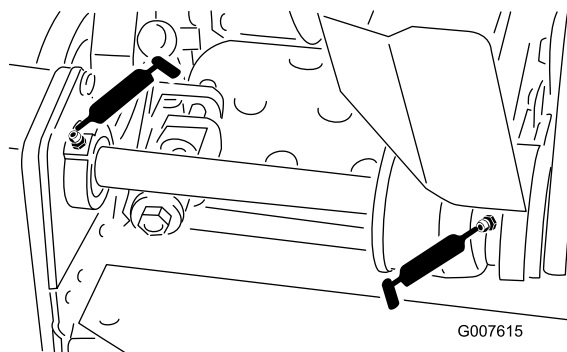

図 18
- ・ リールのカウンタ・シャフトのベアリング (2ヶ所) (図 18)